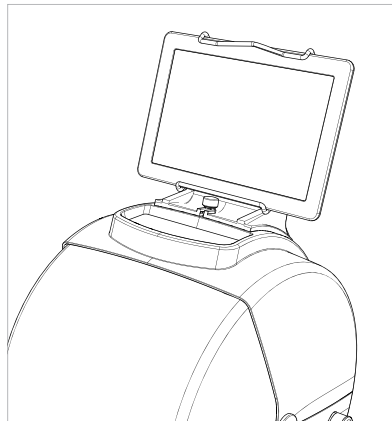

Fig. 16
- 5) Plaats de tablet op zijn steun (Fig. 16).